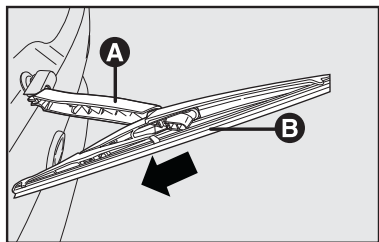

fig. 22
## Substituição da palheta do limpador do vidro traseiro - fig. 22
- 1) Levantar o braço **A-fig. 22** do limpador traseiro e posicionar conforme a imagem.
- 2) Tirar a palheta **B-fig. 22**, empurrando para baixo, conforme a seta, e desengatando-a do braço.